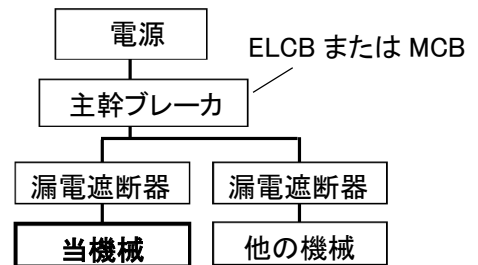

図 6-2
- ・ 漏電遮断器は機械ごとに設置してください。(図 6-2 参照)